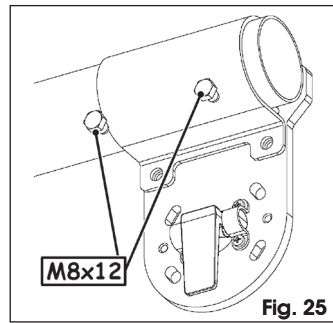

Fig. 25
2. Complete la fijación de la barra con los dos tornillos restantes, Fig. 25.